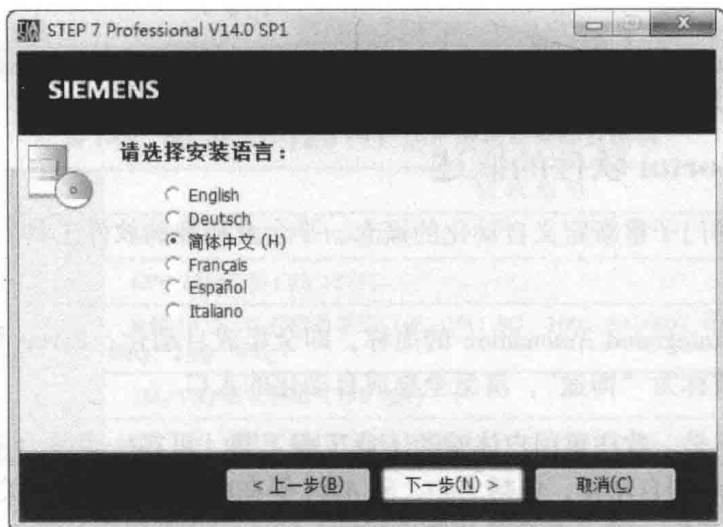

图 1-13 选择安装语言
(2) 在要求选择安装语言的对话框中选择需要安装的语言（在这里选择简体中文），如图 1-13 所示。